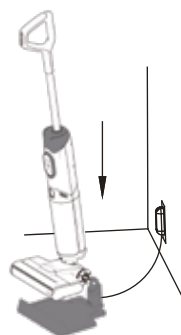

Fig. 15
3. Placez l'aspirateur sur la base comme illustré (voir Fig. 15).